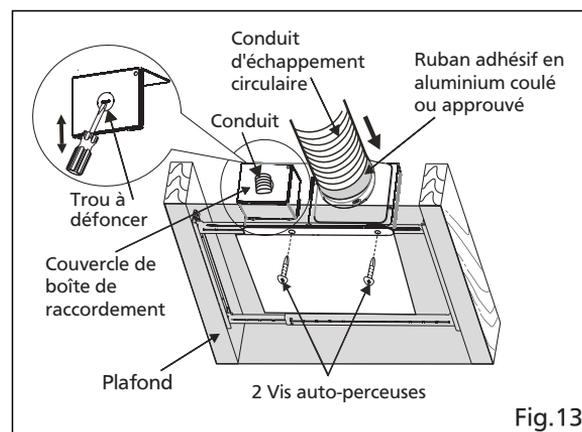

Fig.13
3. Installer l'adaptateur de support Flex-Z Fast™ en utilisant 2 vis auto-perceuses. (Voir Fig.13)